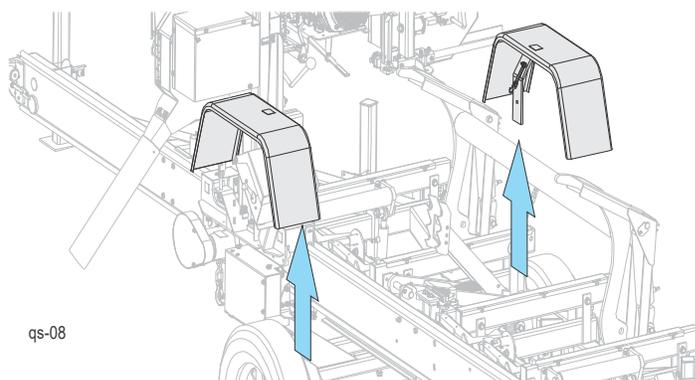

FIG. 3-1
2. Relâchez les sangles des garde-boue et soulevez-les pour retirer les garde-boue. **Voir Fig. 3-1.**
- Enlevez les garde-boue en les soulevant hors des fentes. **Voir Fig. 3-1.**